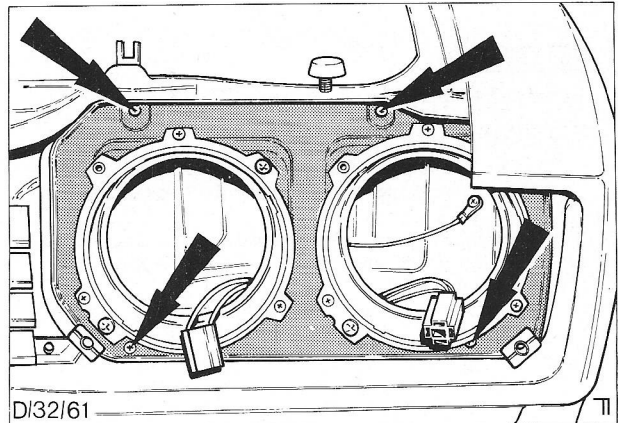

Fig. 7. Bevestigingsschroeven van koplamplijst.
1. Verwijder de vier schroeven, fig.7, waarmee de koplamplijst aan de auto is bevestigd en verwijder de complete lijst.